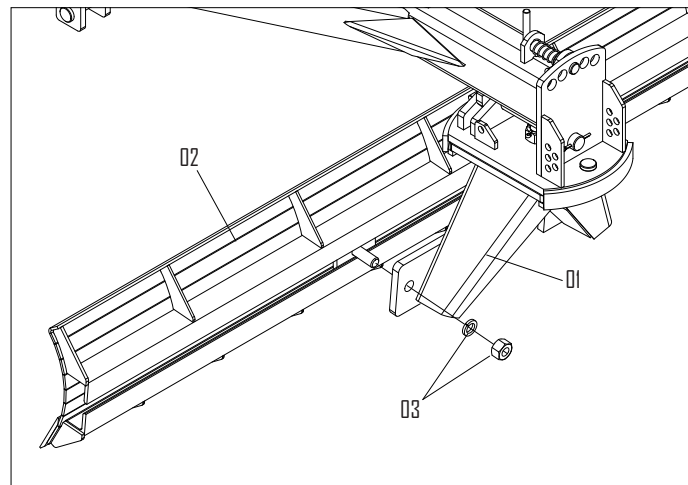

FIGURA 05
Conforme figura 05 fixe no reversor (1) a lâmina (2), deslizando o pino até a medida que a lâmina fique na posição central em relação ao reversor. Coloque as arruelas e porcas (3).
- Finalmente com o auxílio da alavanca reguladora de altura, engate o braço inferior esquerdo do trator no suporte "C" da plaina, coloque a trava no pino conforme *figura 05*.